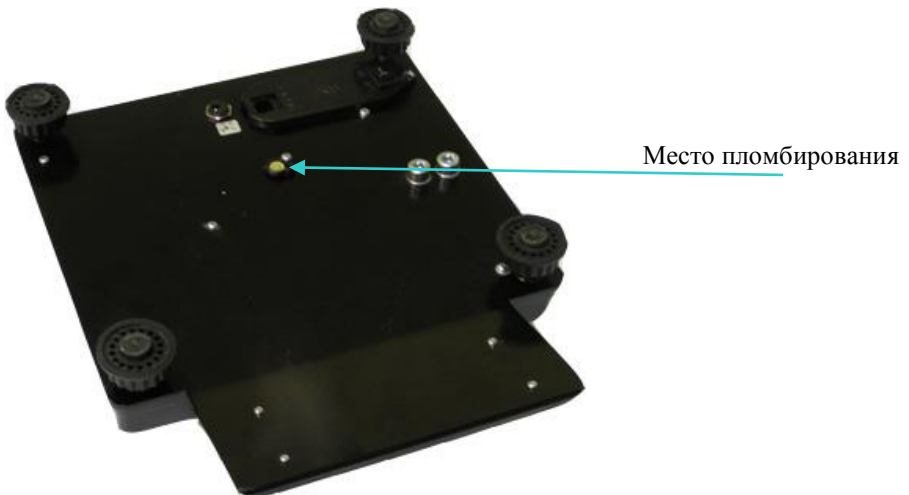

Рисунок 2 – Место пломбирования
5.3 Место пломбирования приведено на рис. 2.